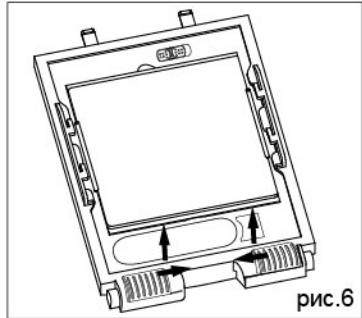

рис.6
**ЗАМЕНА НАРУЖНОГО ЗАЩИТНОГО СТЕКЛА.** Для замены наружных защитных стекол удалите картридж двигая замки к центру (рис.6) и поднимите картридж для замены наружного защитного стекла.
**ЗАМЕНА КАРТРИДЖА АСФ.** Удалите держатель Светофильтра из маски (см рис.6). Подогните верхнюю сторону держателя светофильтра, чтобы достать светофильтр из рамки. Установите новый светофильтр в рамку (см. рис.7). Убедитесь, что светофильтр вставлен в держатель правильно, как показано. Установите светофильтр с держателем в маску.